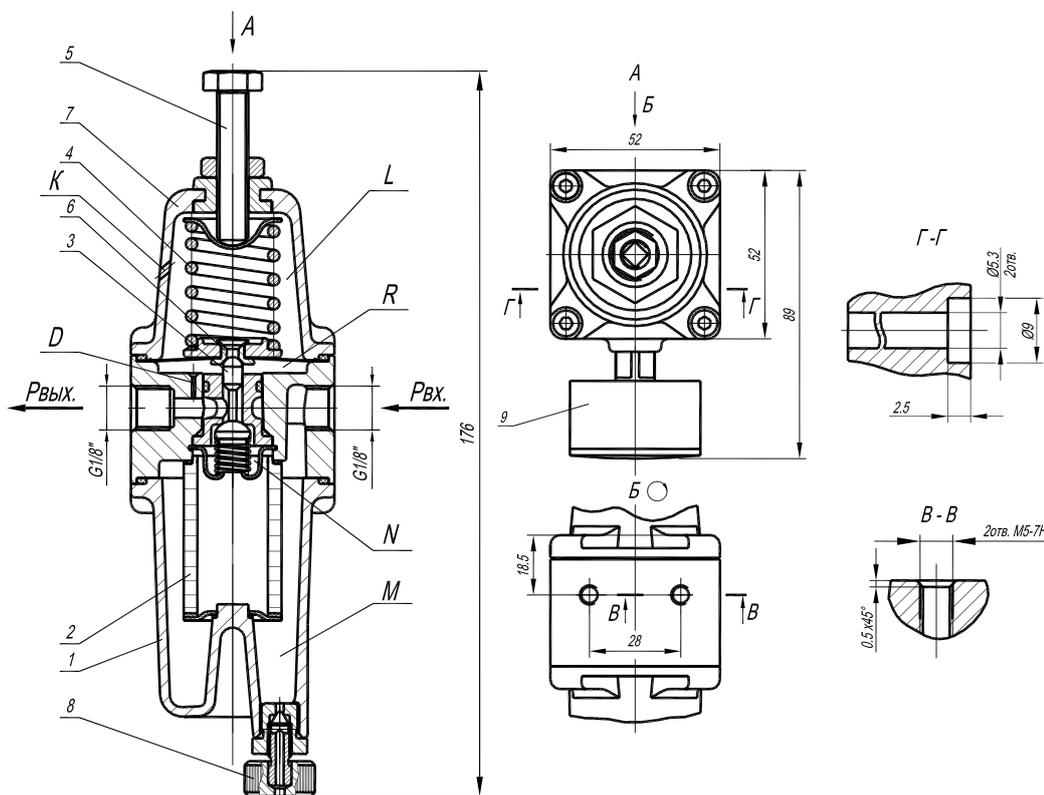

Рис.46 Конструкция и габаритные размеры РДФ 300.
Воздух от пневмомагистрали (Рис.46) подается через входной штуцер в полость М, образованную стаканом (1) и фильтроэлементом (2). Очищенный воздух из полости N при открытии нижней дроссельной пары клапана (3) подается потребителю через выходной штуцер. Входной и выходной штуцера одинаковы и имеют присоединительную резьбу G 1/8". Через дроссель D выходное давление подается в подмембранную полость R, уравнивая усилие, заданное пружиной (4) при помощи регулировочного винта (5). При перегрузке выходное давление пересиливает пружину, поднимает мембрану, а вместе с ней и седло (6) сбросной части клапана (3), обеспечивая сброс воздуха в атмосферу через отверстие К крышки (7). Слив конденсата обеспечивается отпиранием пробки (8). В стандартном исполнении РДФ 300 комплектуется манометром (9), по заказу имеется возможность установить манометр и на входе в РДФ 300.